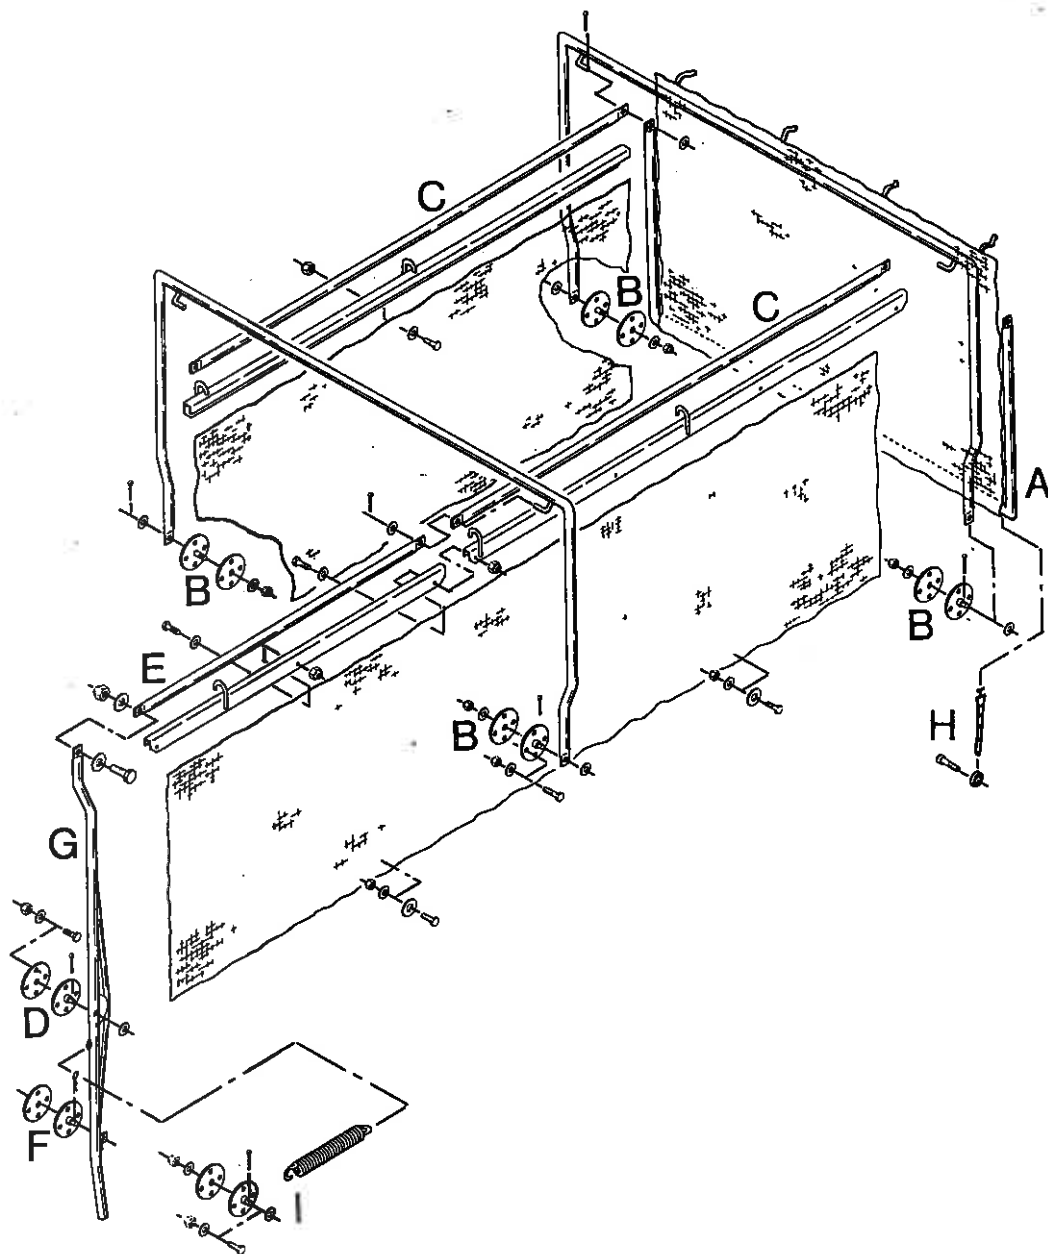

Fig. 18. Grøntnet for 3,5 - 4,5TC
5.1. Montering af grøntnet for 3,5 - 4,5TC Fig. 18.